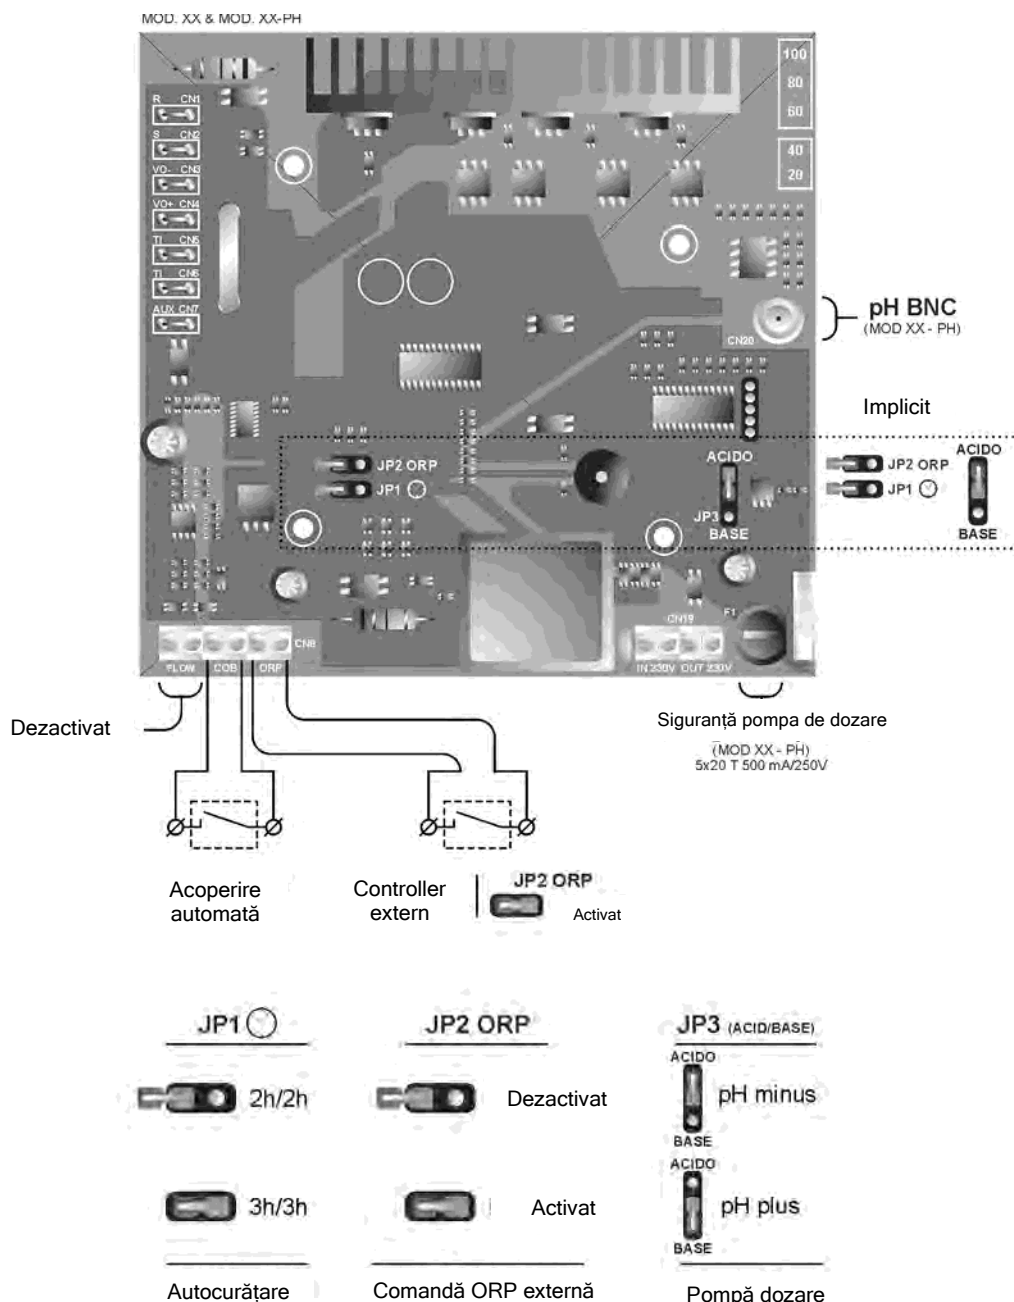

Fig. 16
- **Sistemul de AUTOCURĂȚARE A ELECTROZILOR:** ledurile [5] arată starea de polarizare (directă/inversă). Frecvența de inversare se poate selecta cu ajutorul jumper-ului "JP1" de pe panoul de control al sistemului (Fig. 16). Această configurație va intra în vigoare prin deconectarea și conectarea din nou a echipamentului.